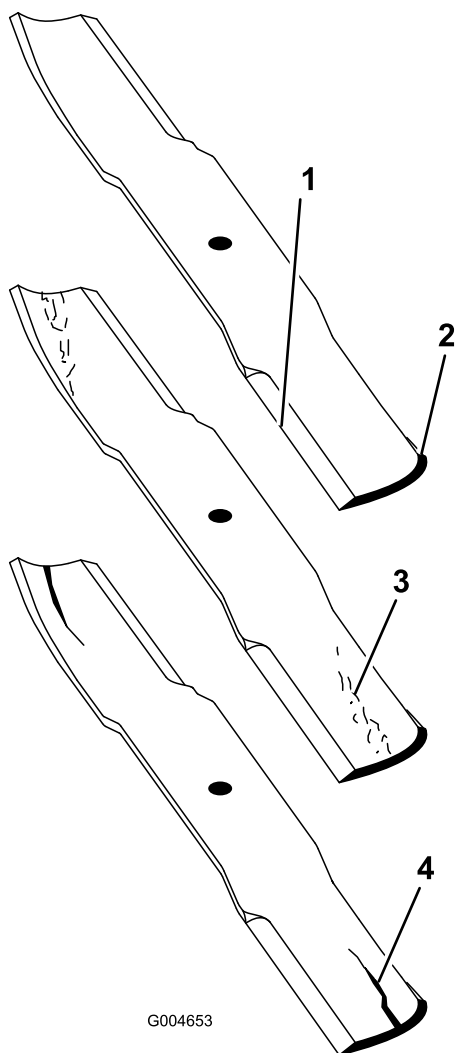

Figura 92
2. Examine cuidadosamente los extremos de corte de la cuchilla, sobre todo en el punto de reunión entre la parte plana y la parte curva de la cuchilla (Figura 92). Puesto que la arena y cualquier material abrasivo pueden desgastar el metal que conecta las partes curva y plana de la cuchilla, compruebe la cuchilla antes de utilizar el cortacésped. Si se aprecia desgaste (Figura 92), cambie la cuchilla.
Si se permite que la cuchilla se desgaste, se formará una hendidura entre la vela y la parte plana de la cuchilla (Figura 92). Con el tiempo, una parte de la cuchilla puede desprenderse y ser arrojada desde debajo de la carcasa, posiblemente causando lesiones graves a usted o a otra persona.